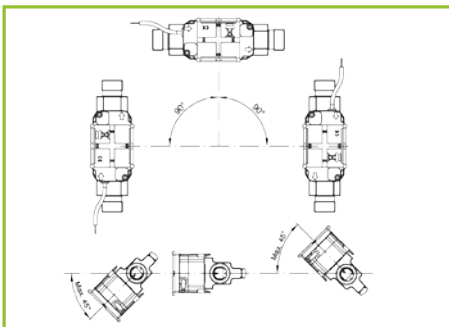

Abb. 1:
- Einbauwinkel vom Durchflussteil beachten (siehe Abb. 1).